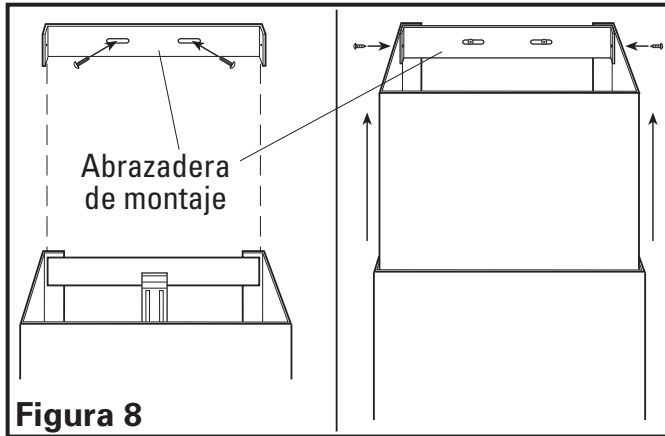

Figura 8
- Para instalar la sección superior opcional, marque la ubicación de la abrazadera horizontal de montaje incluida usando la abrazadera como plantilla. Asegúrese que la abrazadera esté nivelada y en línea con la sección inferior. La altura dependerá de sus requerimientos de instalación. Asegúrese que las ranuras en el costado de la chimenea coincidan con los agujeros en la abrazadera de montaje. Taladre agujeros en la pared usando una broca de taladro de 1/4". Instale las anclas de pared incluidas en los agujeros y asegure la abrazadera en su lugar con dos tornillos de 3,19 x 32 mm provistos (**Figura 8**).
- Eleve el tope de la chimenea en su lugar sobre la abrazadera horizontal de montaje y asegúrelo en su lugar con los dos tornillos de 3,5 x 9,5 mm incluidos (**Figura 8**).